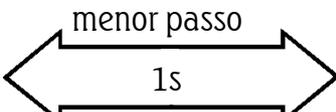

Figura 6.2 - Rampa de Desaceleração
Para que esta função esteja habilitada P04 deve ser parametrizado em um valor de tempo conforme figura 6.2.
- Utilizado para aplicações com bombas, ver item 6.3.19, define o tempo da rampa de decremento de tensão que será efetuado do nível ajustado em P03 até uma tensão final de 30% U_N . Conforme mostrado na figura 6.2.